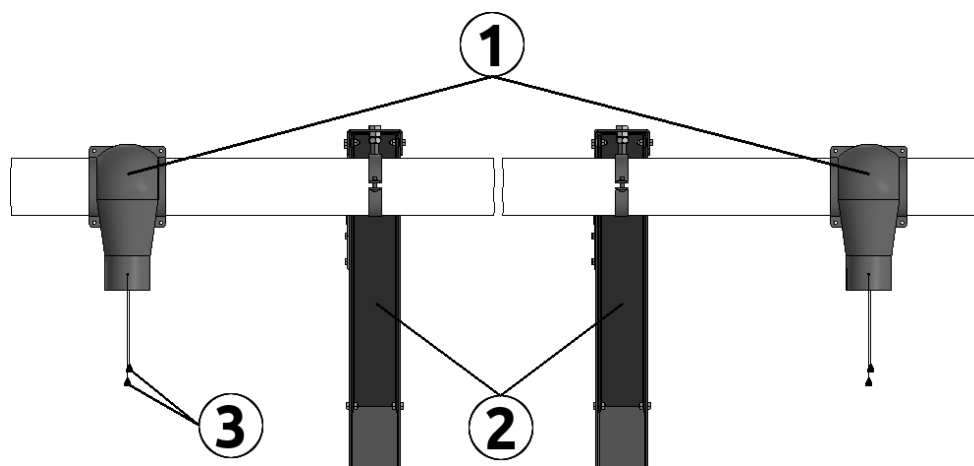

Рисунок 3.4
Гибкий шнек состоит из комплекта пластиковых труб и спирали. Гибкость установки транспортера обеспечивается одним или несколькими металлическими коленами, которые устанавливаются в местах его поворота. С одной стороны, гибкий шнек монтируется к приводному узлу, противоположный - к трубе поддона приемника кормов. В птичнике (рис.3.4) шнек крепится на кронштейнах (2), установленных на клеточных батареях. Непосредственно над каждым бункером продольного кормления внизу труб шнека вырезаются отверстия для просыпания кормов. В местах отверстий на шнеке устанавливаются опуски (1), через которые корма подаются в бункеры продольного кормления. Внутри опуски имеют заслонку, которой открывается/закрывается подача кормов в определенный бункер продольного кормления при помощи шнуров (3).